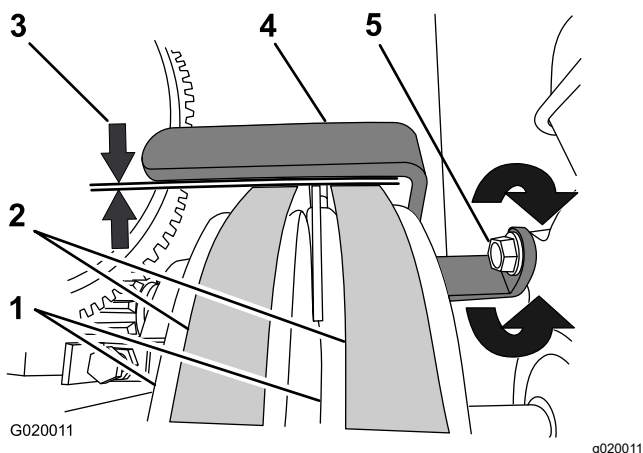

Figure 66
6. Vérifiez que le guide et les courroies sont espacés de 2,5 à 4 mm (3/32 à 5/32 po); voir Figure 66.
- A. Desserrez le boulon qui fixe le guide-courroies au moteur (Figure 66).
- B. Tournez le guide-courroies vers le haut ou le bas jusqu'à ce que vous obteniez un écartement de 2,5 à 4 mm (3/32 à 5/32 po) entre le guide et chaque courroie (Figure 66).
- C. Resserrez le boulon qui fixe le guide-courroies au moteur (Figure 66).